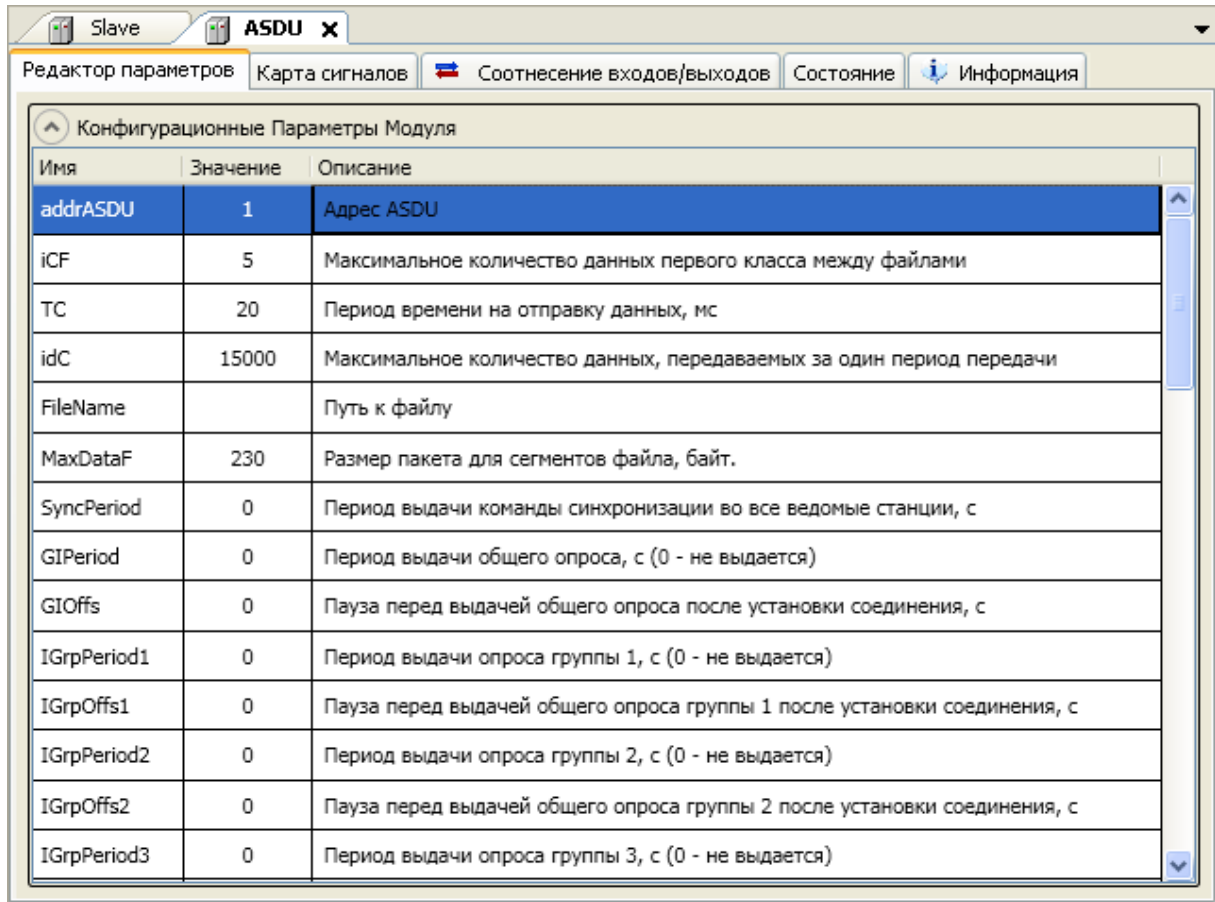

Рисунок 35 – Модуль ASDU. Зкладка Редактор параметров
- 2 Перейти на закладку *Редактор параметров* (рисунок 35).